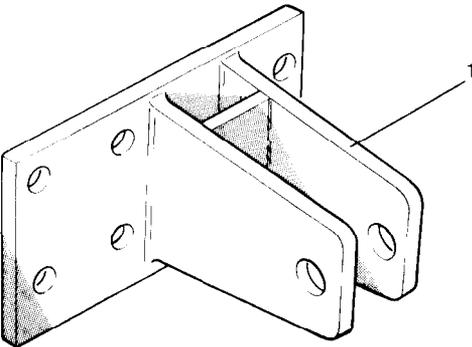

Fig. 9
- c) Bei verschiedenen Schleppertypen ist der Abstand zwischen Zapfwelle und den Anlenkpunkten der Unterlenker unterschiedlich groß. Damit der Kreiselgrubber (-egge) in jedem Fall an jeden Schleppertyp angebaut werden kann, können verlängerte Unterlenker-Kupplungsböcke (Bestell-Nr. 6479000) (Fig. 9/1) an der Bodenbearbeitungsmaschine angeschraubt werden. Beim Einsatz des AMAZONE-Systems „Huckepack“ (siehe Sonderzubehör) ist eine Verlängerung nicht erforderlich, da bei aufgesattelter Sämaschine das Bodenbearbeitungsgerät nur wenig angehoben wird.